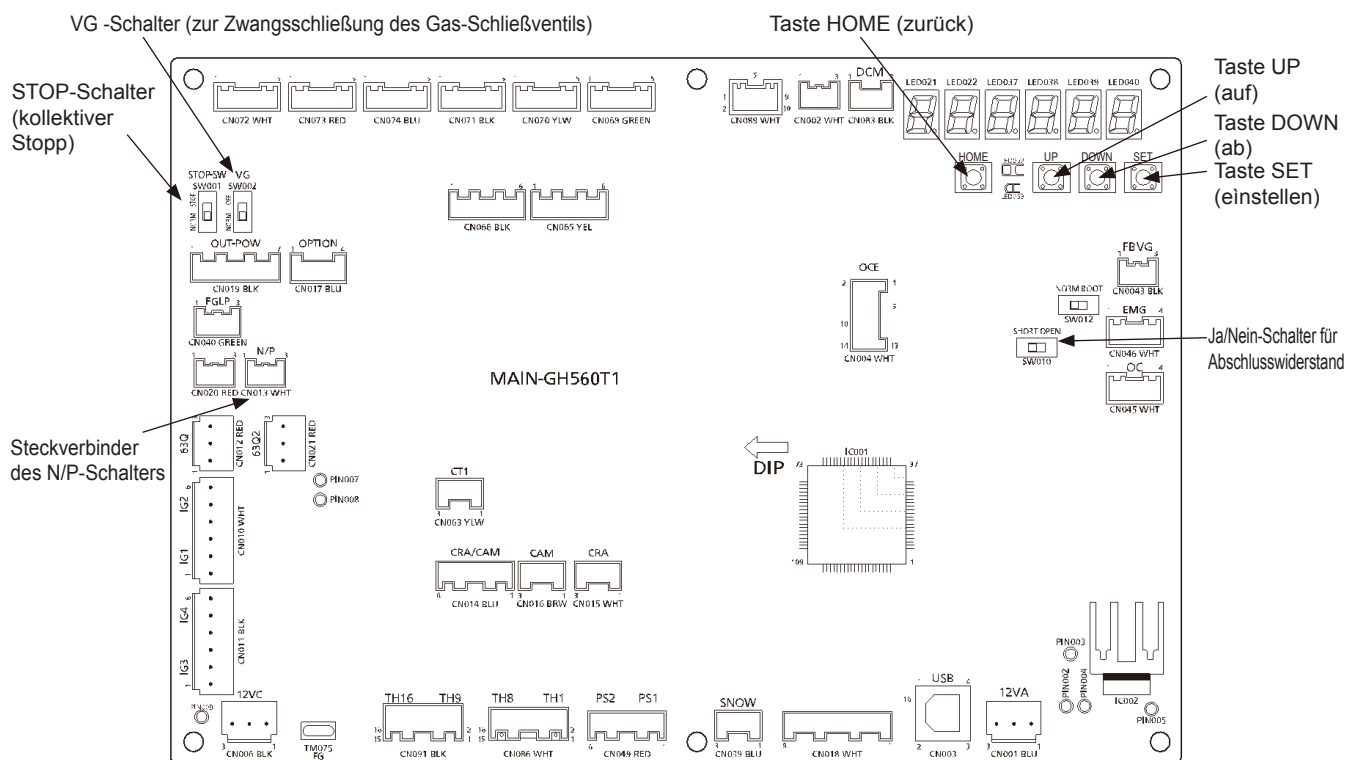

Abb. 1
- (2) Befestigen Sie den angebrachten Kurzschlussstecker am N/P-Schalter (Abb. 1) der Bedientafel der Außeneinheit.
- (3) Kleben Sie den Aufkleber <Gas type set and adjusted> (Gastyp eingestellt und angepasst) an die mit PL NAME gekennzeichnete Stelle im Schaltkasten.
- (4) Bringen Sie nach der Einstellung mit einem Markierstift oder einem anderen Werkzeug zur Kennzeichnung der ursprünglichen Hebelposition eine Markierung an.